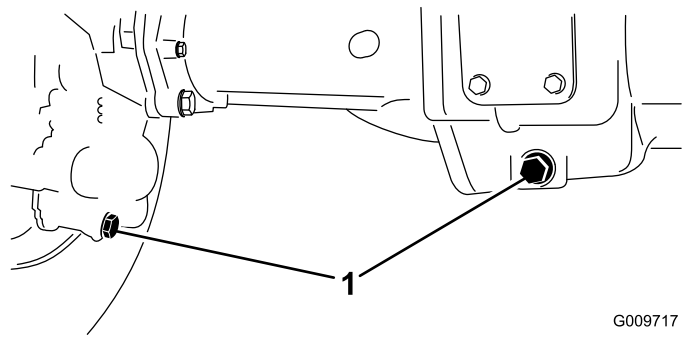

Figura 73
2. Očistěte plochu kolem 3 vypouštěcích zátek – 1 na každém konci a 1 uprostřed (Figura 73).